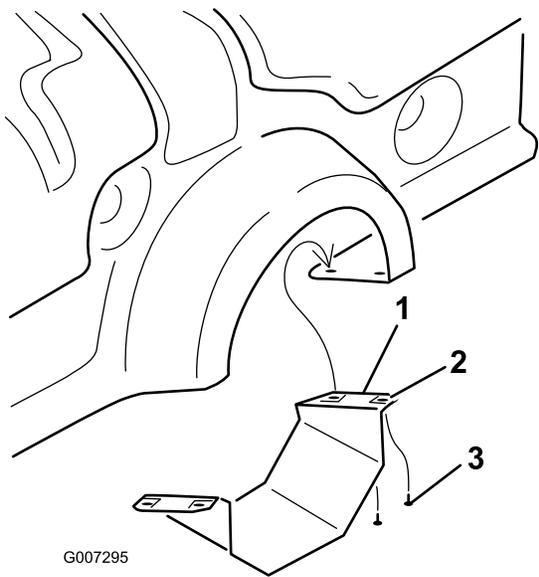

Рисунок 10
1. Только на модели ProCore 864 снимите нижний щиток механизма отбора мощности (Рисунок 10).